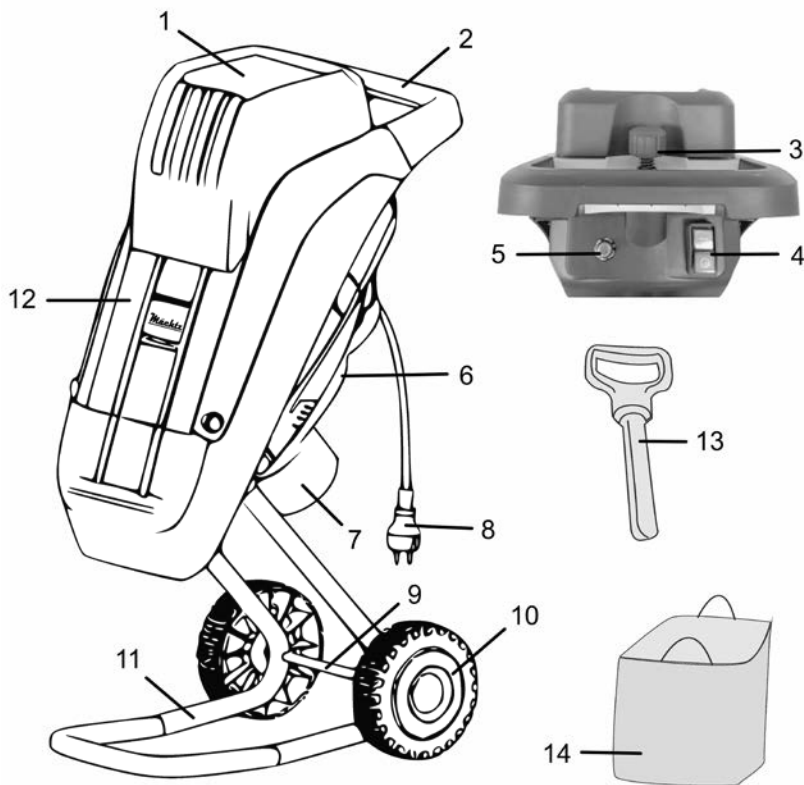

Рисунок 1
- переверніть металеву раму (11, рисунок 1) для зручності монтажу транспортувальних коліс (10, рисунок 1);
- змонтуйте колеса на осі (9, рисунок 1) згідно з рисунком 2 (надягніть на вісь першу шайбу, потім колесо та другу шайбу, затягніть гайку гайковим ключем, вставте у відповідне місце колеса ковпак);
- щоб увімкнути гілкоподрібнювач необхідно натиснути кнопку зеленого кольору з позначкою «I» головного вимикача (4, рисунок 1), щоб вимкнути – натиснути кнопку червоного кольору з позначкою «O». Якщо електродвигун не запускається, натисніть кнопку блокувального вимикача (захисту від перевантаження) (5, рисунок 1), при цьому переконайтеся, що силова вилка шнура електроживлення (8, рисунок 1) під'єднана до мережі;
- дочекайтесь поки електродвигун досягне максимальних обертів та дайте йому попрацювати без навантаження на холостому ходу кілька секунд, а потім почніть завантаження матеріалу для обробки в отвір завантажувального лотка (1, рисунок 1). Використовуйте гілкоподрібнювач виключно для подрібнення таких матеріалів:
- блокувальний вимикач (5, рисунок 1) активується в наступних випадках:
- відкрутіть фіксатор завантажувального лотка (3, рисунок 1) і зніміть сам лоток (1, рисунок 1);
- під'єднайте виріб до електромережі та натисніть кнопку блокувального вимикача (3, рисунок 1);
- натисніть зелену кнопку з символом «I» головного вимикача (4, рисунок 1).
- штовхач (13, рисунок 1) служить допоміжним засобом при наповненні бункера дрібним матеріалом (наприклад, дрібними гілками, листям та іншими садовими відходами);
- переконайтеся, що подрібнений матеріал вільно виходить з розвантажувального (викидного) жолоба (7, рисунок 1);